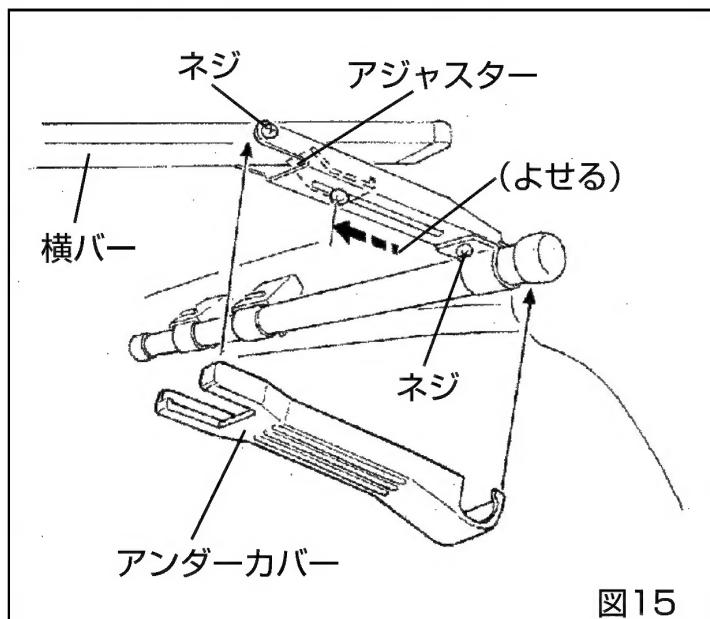

図15
4) 図15のように各アジャスターを車体中心側(←の方向)へよせ、横バーが下がらないように各ネジをしっかり締め付けて固定する。
6) 各アンダーカバーを付ける(図15)。